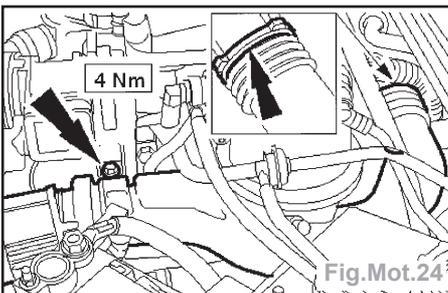

Fig.Mot.24
- Déposer le conduit d'admission de filtre à air (Fig.Mot.24).